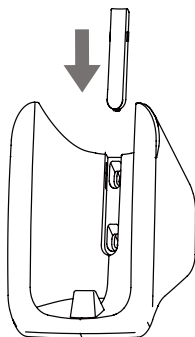

Рисунок 2.4
2) Вставьте закрывающую винты панель в держатель поверх винтов (см. Рис. 2.4);